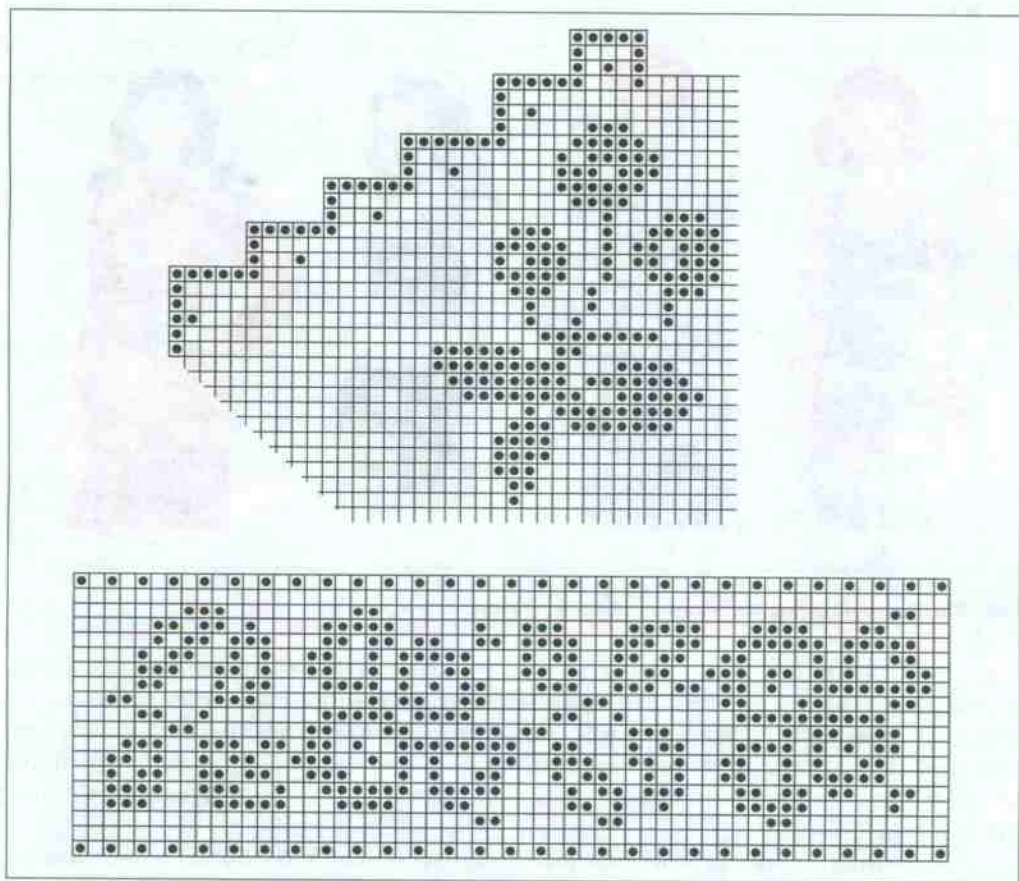

Рис. 82. Схемы филейного кружева
**Составление схем для филейного кружева.** Для выполнения схем филейного кружева можно использовать готовые схемы вышивки крестом или плетёного филейного кружева. Схемы составляют на бумаге в клетку. При этом полные клетки заштриховывают или ставят в них кружочек, а пустые обозначают сетку (рис. 82).